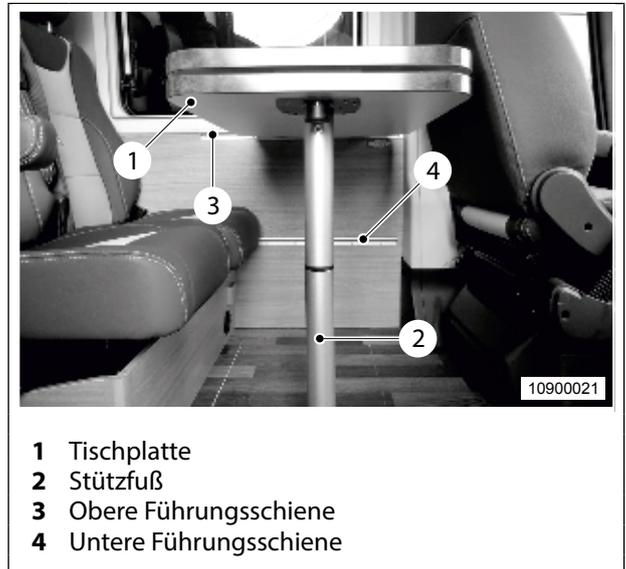

Abb. 29 Einhängetisch zur Schlafstätte umbauen
1. Tischplatte (Abb. 29, Pos. 1) anheben und unteren Teil vom Stützfuß (Abb. 29, Pos. 2) entfernen.
2. Tischplatte (Abb. 29, Pos. 1) aus der oberen Führungsschiene (Abb. 29, Pos. 3) aushängen, in die untere Führungsschiene (Abb. 29, Pos. 4) einhängen und verriegeln.